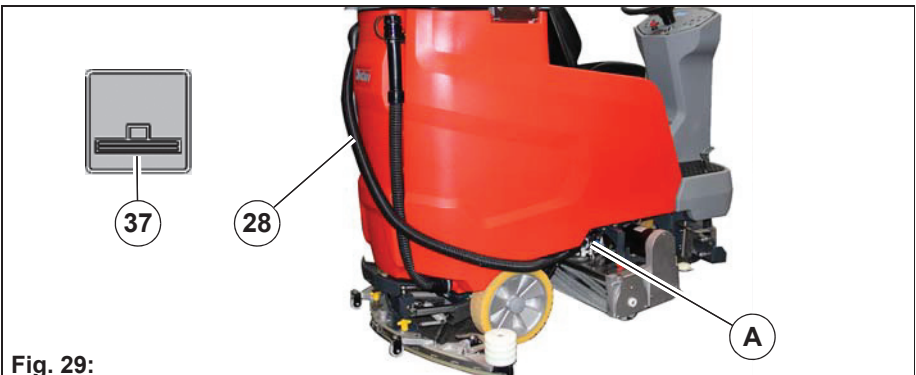

Fig. 29:
4. Retirer le tuyau d'aspiration **Fig. 29-28** du pied d'aspiration **A** et l'emboîter sur le boîtier du filtre **Fig. 29-A**.